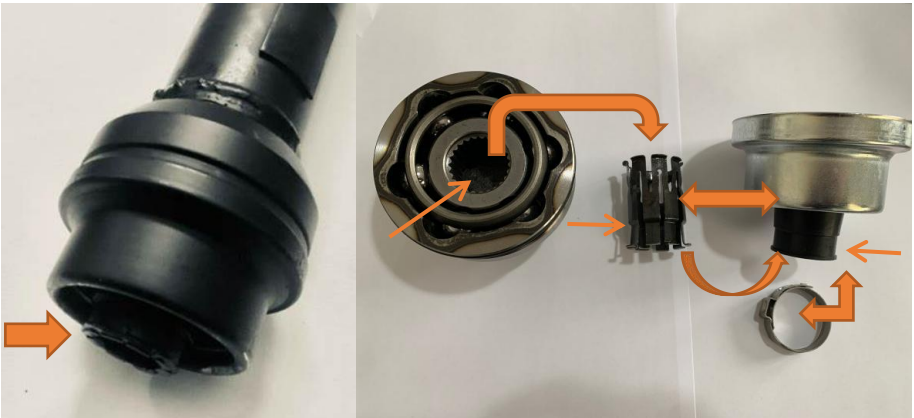

Abb. 2.1 Abb. 2.2
2. Die Endfläche ist vom Typ einer Einsteckwelle mit konstanter Geschwindigkeitssteigung (Abb. 2.1) mit einem festen Mehrrippen-Sicherungsring und einer einohrigen Endlosklemme mit externer Verriegelung.